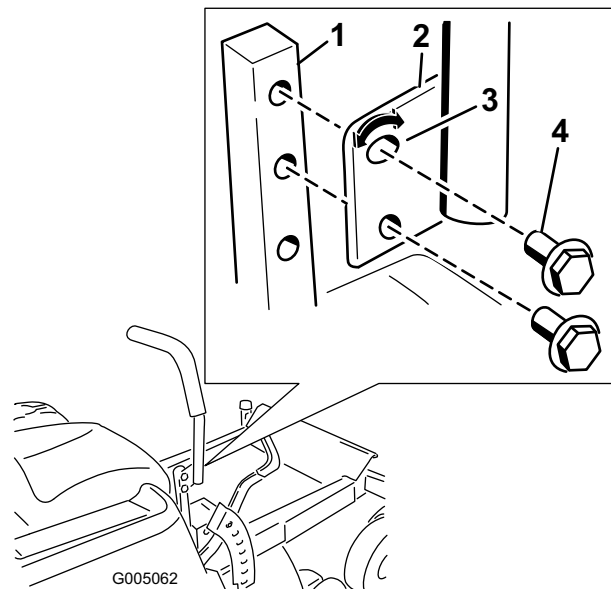

Figure 16
1. Retirez les 2 boulons qui fixent le levier de commande à l'arbre du bras de commande (Figure 16).
2. Placez le levier de commande dans les trous suivants. Fixez le levier avec les 2 boulons (Figure 16).
2. Desserrez le boulon inférieur jusqu'à ce qu'il soit possible de pivoter le levier de commande en avant ou en arrière (Figure 16). Serrez les